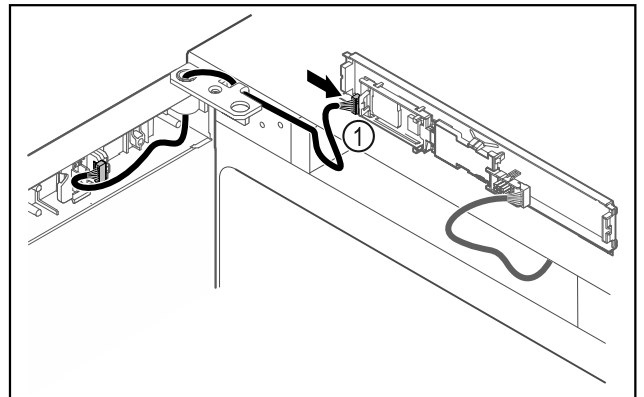

Fig. 44
- Lidhni spinën Fig. 44 (1) në qark.